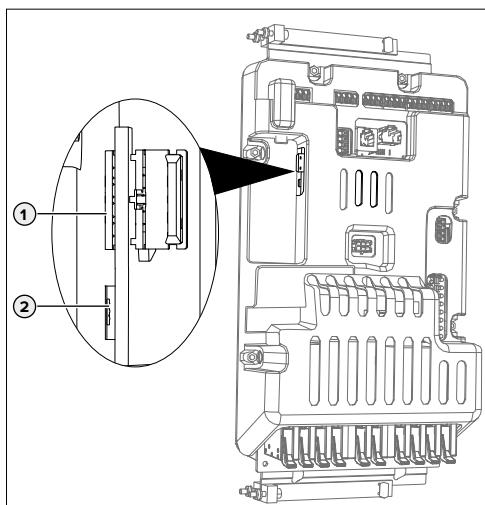

Fig. 20: Conexiones para la configuración en la ECU
- Conecte el equipo terminal (p. ej. PC, portátil, teléfono móvil) y la ECU con un cable USB. Para ello, utilice la conexión Micro-USB (2) de la ECU derecha (AF2).
- ➔ "Fig. 20: Conexiones para la configuración en la ECU"